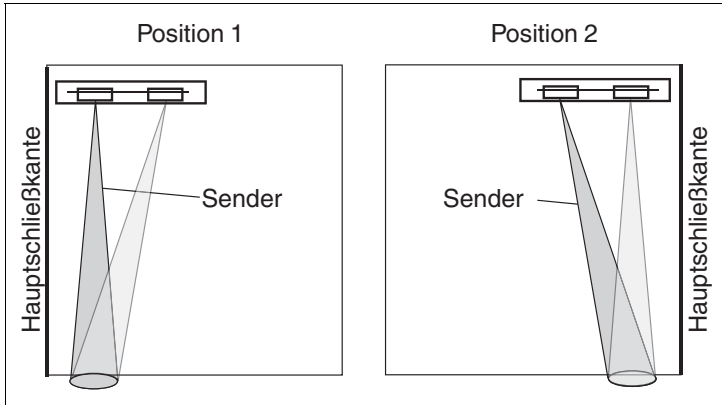

Abbildung 5.1 Erklärung der Überwachungsstrahl-Einstellung an der Hauptschließkante
1. Stellen Sie die Sender der Module an allen einzusetzenden Module gleich ein. -> Schieben Sie hierfür die Senderverstellung immer in die Richtung der Bandseite. (Bandseite befindet sich gegenüber der Hauptschließkante) → siehe Abbildung 5.1 auf Seite 10.